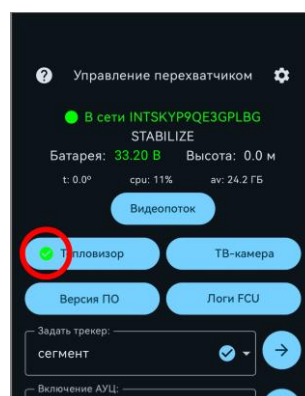

Рисунок 14
- проконтролировать наличие галочки  на форме кнопки «Тепловизор» (рисунок 14).